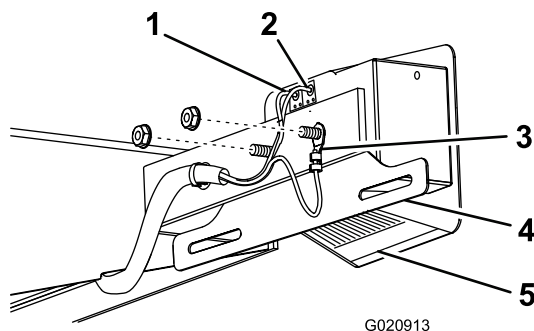

Figure 13
1. Placez le support de plaque d'immatriculation sur les tiges de montage du feu à verre inférieur transparent, de sorte que le verre transparent soit face au support de la plaque d'immatriculation (Figure 13).
2. Montez le feu de sorte que les tiges de montage s'engagent dans les trous du support sur le côté gauche de la machine (Figure 13).
3. Placez la cosse ronde du câble de masse (blanc) sur la tige filetée extérieure (Figure 13).
5. Poussez les câbles dans les trous appropriés du feu (Figure 13).